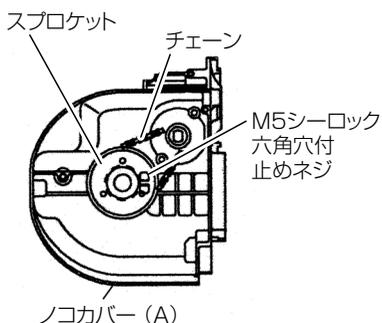

図 15
- (3) スプロケット裏側の M5 シーロック六角穴付止めネジを約 1/4 回転時計回転方向に締付けます。(図 15)
(4) M6 六角穴付ボルト②を締付けます。
(5) この車 (A) を取付け、M6 六角穴付ボルト①を締付けてください。